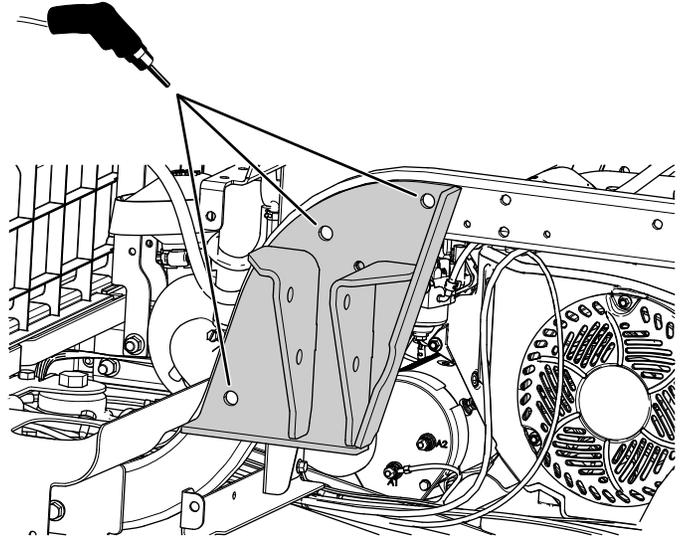

Figure 14
1. Rivet en plastique (10)
4. En utilisant un support de ROPS comme guide, percez 3 trous de 13,5 mm de diamètre dans le cadre (Figure 14).